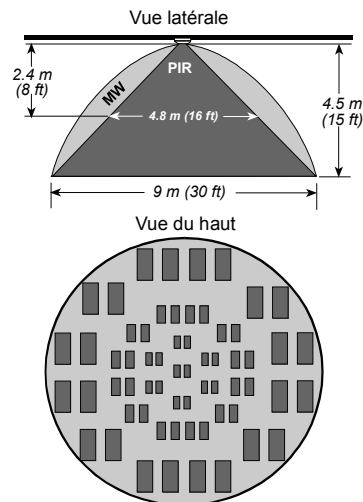

Figure 1. Forme de couverture du DUO 240 (vue latérale et vue de haut)
**Forme de détection:** une forme conique virtuelle de 9 m maximum (30 ft) de diamètre, quand il est installé à un plafond à 4.5 m de hauteur (15 ft) (Fig. 1).